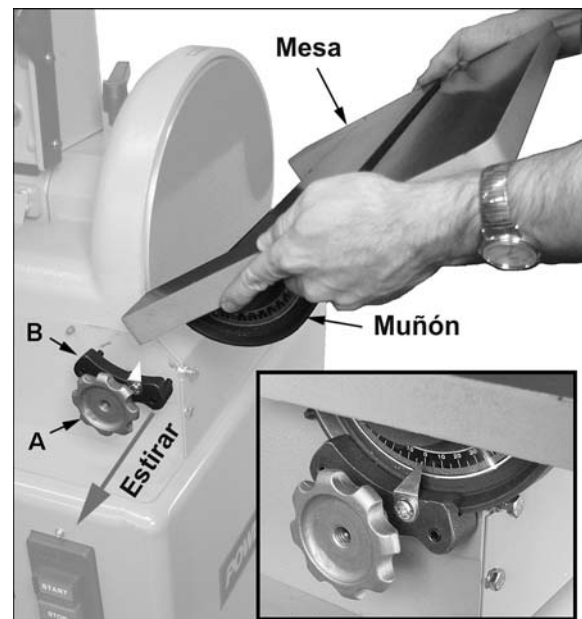

Figura 11
Refiérase a la Figura 11:
1. A ambos lados de la lijadora, afloje las manivelas de bloqueo (A) y estire los sujetadores del muñón (B) lo suficientemente hacia afuera de modo a proporcionar espacio entre los sujetadores del muñón y la lijadora.
2. Instale la mesa deslizando los muñones de la mesa hacia las ranuras de los sostenedores de los muñones. Vea el recuadro de la figura 11. Sea cuidadoso en no dañar el indicador de ángulo en el sujetador del muñón izquierdo.
3. Deslice los sujetadores de los muñones (B) de vuelta en su lugar y reajuste las manivelas de bloqueo (A).